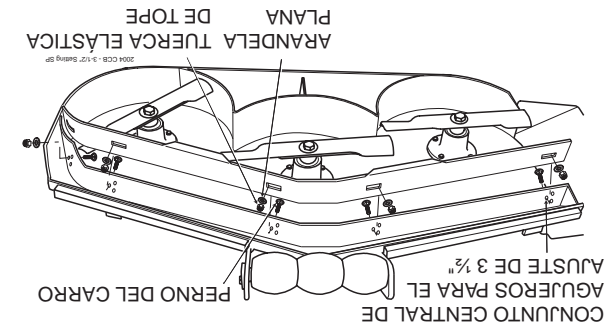

Figura 10. Posición del deflector de corte personalizado de 3-1/2"
B. Posición 3-1/2" (ajuste de fábrica para las plataformas de corte Advantage) - el deflector se instala usando el conjunto central de agujeros en el deflector frontal soldado dentro de la plataforma de corte. (Vea la Figura 10). Para cortes de propósito general, coloque el deflector de corte personalizado en la posición de 3-1/2". Esto le da la mejor combinación de desempeño de corte en todos los tipos de césped.